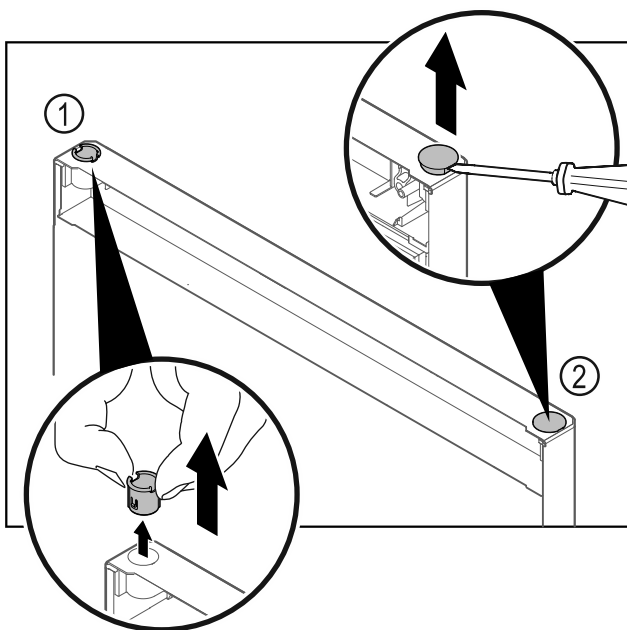

Fig. 22 Deur koelgedeelte
- Scharnierbus Fig. 22 (1) met de vingers eruit trekken.
- Afdekstop Fig. 22 (2) voorzichtig met een sleufschroevendraaier optillen en eruit trekken.